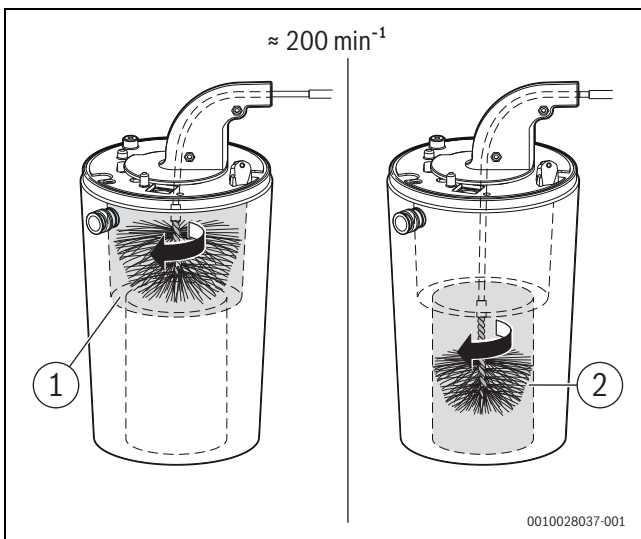

Fig. 59 Pulizia dello scambiatore primario (circa 200 min^{-1} , solo rotazione destrorsa)
- ▶ Ripetere l'operazione nella parte inferiore con la spazzola piccola (→ fig. 59, [2]).